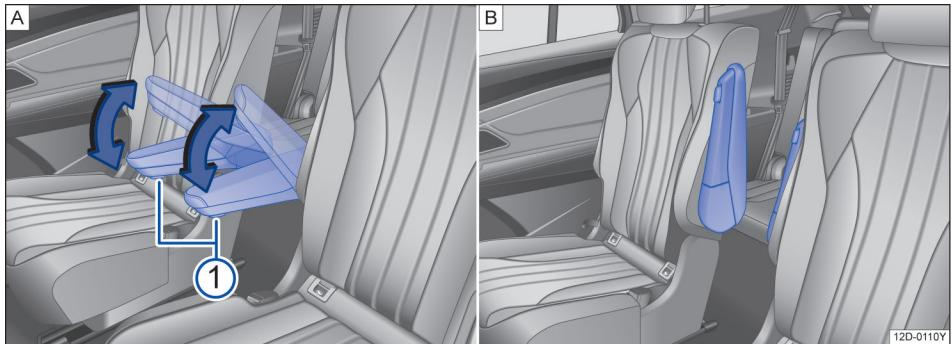

图 69 第二排座椅扶手调节
- 将物品从后座椅前后的脚部空间移除→①。
- 必要时将扶手调节到→图 69 B 位置。
将扶手向上调节到想要的位置后，按压把手上的按钮→图 69 ① 即可锁止当前扶手高度。
按住按钮→图 69 ① 向下调节扶手至想要的高度后，松开按钮 ① 即可锁止当前扶手高度。 ▲